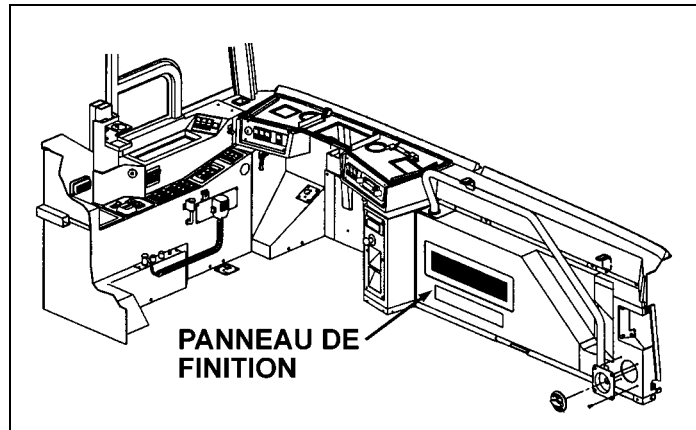

FIGURE 1: PANNEAU DE FINITION
1. À partir de l'intérieur du véhicule, enlever le panneau de finition qui protège le dégivreur de la section du conducteur. Mettre de côté le panneau et les pièces de fixation (voir fig. 1).